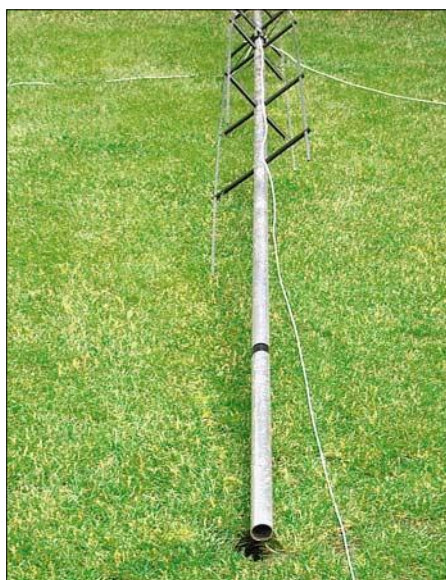

Bild 8: Da die Antenne ohnehin abgespannt werden muss, genügt ein etwa 10 cm tiefes Loch im Rasen, um das mitgelieferte untere Ständerrohr aufzunehmen.
- Zum Aufstellen wird ein 1,1 m langes, 40 mm dickes Aluminiumrohr mitgeliefert. Wenn man vor dem Aufstellen alle Heringe einschlägt und zwei der Abspannseile bereits mit der richtigen Länge festknotet (Pythagoras; etwa 20 cm hinzugeben), lässt sich die Antenne in Richtung des dritten Seils mühelos aufstellen. Eine Hilfsperson braucht lediglich dafür Sorge zu tragen, dass der Fuß in das vorbereitete Loch rutscht, siehe Bild 8.